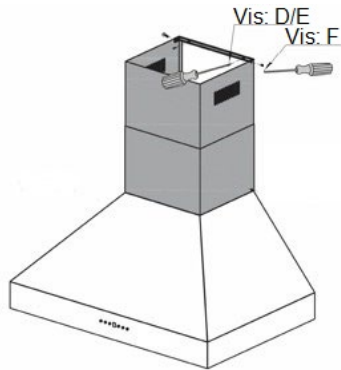

Figure 9.
1. Installez les cheminées en deux parties sur le dessus de la hotte (2.1 et 2.2). Faites glisser la section intérieure (2.1) vers le haut jusqu'à ce que les fentes d'évent verticales soient visibles, fixez la partie supérieure au support de montage de la cheminée avec des vis (10.b). Montré à droite et sur la *Figure 9*.